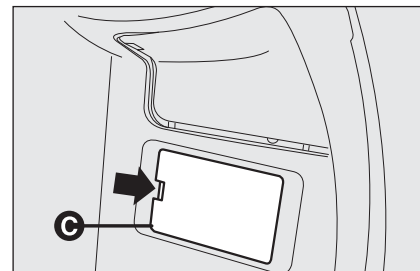

fig. 47
- ouvrir le volet **C-fig. 47** d'accès à la centrale fusibles en agissant dans le point indiqué par la flèche.